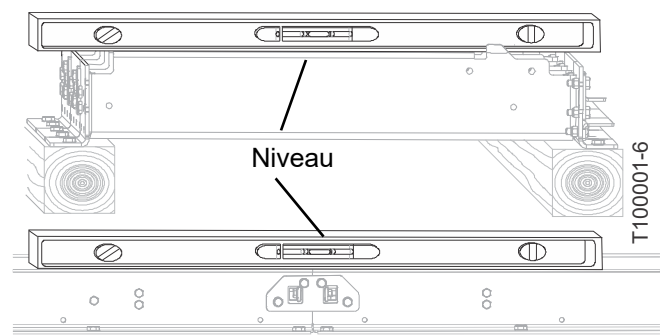

FIG. 3-6
2. Utilisez un niveau de 4 pieds (ou un niveau laser) pour mettre de le banc niveau dans toutes les directions. (Voir FIG. 3-6 .)